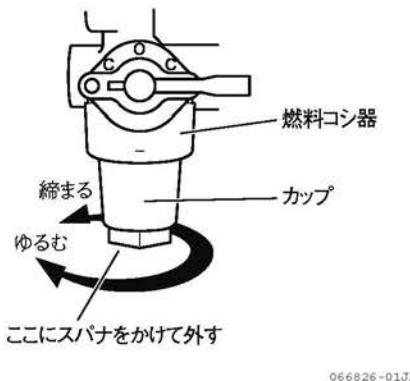

図4-13 燃料コシ器（カップ）
2. 燃料コシ器下部の四角部を、工具（二面幅（10mm））でゆるめて、燃料コシ器のカップを取り外します。（図4-13）